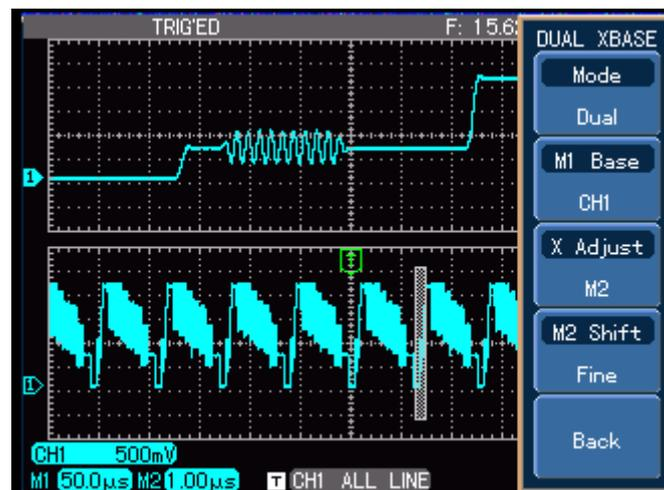

Figura 3.13. Função dupla base de tempo
4. Pressione [F1] para selecionar base de tempo dupla e em seguida pressione [F2] para selecionar CH1. Pressione [F3] para ajustar o reticulado da base de tempo para M1. Ajuste a faixa da base de tempo M1 utilizando o botão [SEC/DIV] de acordo com a figura 3.13. Após isto, pressione [F3] para selecionar M2 e realizar o mesmo processo de M1.